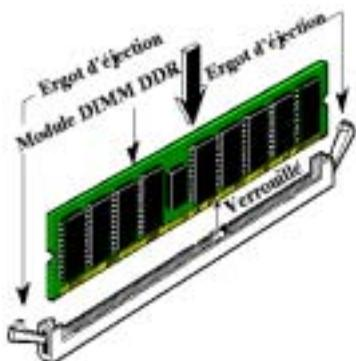

Figure 2-6. Installation du module mémoire DDR
- Etape 5.** Insérez le module mémoire dans le socket DDR DIMM comme illustré dans l'illustration. Notez comment le module est maintenu dans le socket. Vous pouvez vous référer à la figure 2-6 pour les détails. ***Ceci assure que le module DDR DIMM ne pourra être inséré que dans un seul sens.*** Pressez fermement le module DDR DIMM dans le socket DDR DIMM pour l'enfoncer complètement dans le socket.